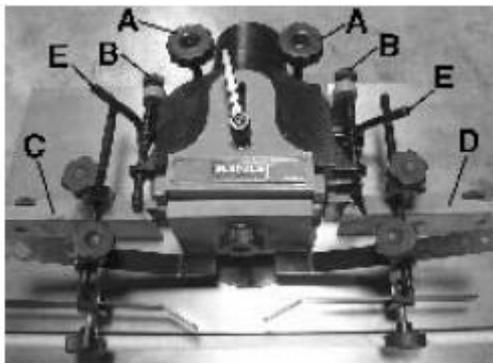

Рис. 9 Настройка ограждения
Его необходимо снимать, чтобы очистить верхнюю часть стола под ним. Ограждение можно демонтировать со стола посредством ослабления 2 стопорных рукояток (2) (Рис. 9).
1) Настройте ограждение со стороны загрузки (D), открутив стопорный элемент (E), а затем повернув рукоятку (D), чтобы резец удалил нужное количество материала. Затяните элемент (E) после завершения настройки. См. Рис. 9.